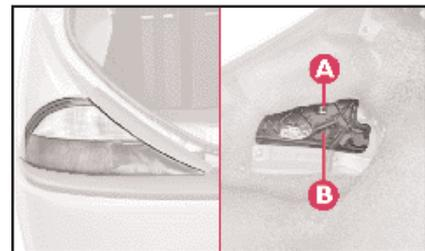

fig. 19
1) De l'intérieur du coffre à bagages, soulever la moquette de recouvrement et dévisser la vis **A** (fig. 19) de fixation du bloc optique.
5) Remonter le bloc optique, en serrant bien la vis **A** (fig. 19), mais sans trop forcer.